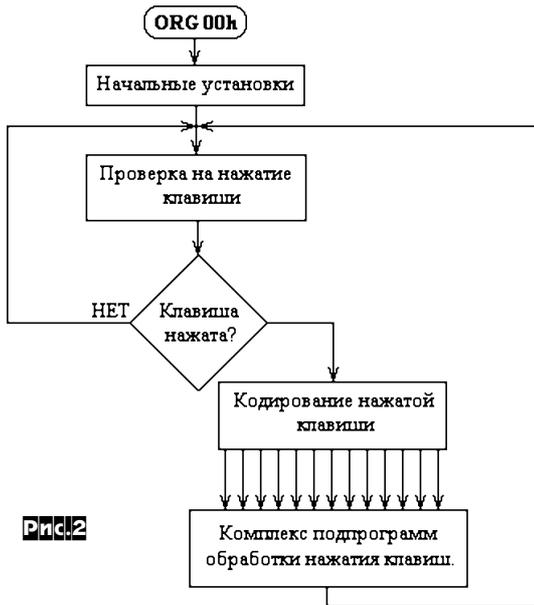

Рис. 2
Чертеж печатной платы приведен на **рис. 2 и 3** (М1:1, вид со стороны установки элементов и с обратной стороны соответственно). Плата (размер 83x93,5 мм) изготовлена из двухстороннего фольгированного стеклотекстолита толщиной 0,8...1,5 мм. Отверстия для крепления платы - Ø3 мм, отверстие в центре платы - Ø10 мм (для шурупа, скрепляющего корпус).
(прошивку ОМЭВМ) можно представить в виде очень сокращенной блок-схемы, изображенной на **рис. 2**. Опрос клавиатуры выполнен в виде подпрограммы, представляющей собой бесконечный цикл. Выход из него осуществляется при условии, что была нажата хотя бы одна клавиша. Такой подход позволил свести к минимуму вероятность считывания случайного значения PORTB процессора, вызванного дребезгом контактов. По выходу из процедуры опроса нажатая клавиша кодируется, в результате чего возвращается специфический для каждой клавиши номер из диапазона от 01h до 0Fh. В зависимости от полученного числа вызывается необходимая процедура, зарезервированная для данной клавиши. Затем программа возвращается в начало и ожидает нажатия следующей клавиши.
**Входная цепь** (C1, R1, R2) размещена на торце деревянной бальевой прищепки (**рис. 2б**), а остальные элементы - на печатной плате 11x30 мм (чтобы она поместилась в батарейный отсек лазерной указки). Работу платы сначала проверьте на двигателе с любым светодиодом, подключив его в соответствующей полярности вместо лазера. Указку можно разобрать двумя способами - выдавливанием со стороны батарейного отсека или вытаскиванием со стороны насадки. Выкручивается собственно насадка и под нее устанавливается подходящее кольцо толщиной 1-2 мм так, чтобы оно упиралось в корпус. Затем вкручивается насадка, постепенно выпрессовывая корпус с лазером. Если надо, операция повторяется с кольцом большей толщины. Можно обойтись без колец, подкладывая под насадку отвертку, но тогда повреждаются края алюминиевого корпуса указки. Вторым способом под крышку батарейного отсека подкладывается гайка М5, М4 или любой другой круглый плотный предмет. Постепенно, закручивая крышку, выдавливаем корпус с лазером. Здесь надо следить за тем, чтобы не повредить кнопку включения лазера. Когда освободится кнопка, ее надо вытащить из корпуса.
Провода питания необходимой длины снабдите зажимами типа «крокодил» с маркировками или разъемом, входящим в разъем штатной переносной лампы-подсветки. Если подключение к разъему лампы-подсветки не однозначно, то в разрыв плюсового провода надо поставить любой диод плюсом к разъему для защиты от переплюсовки. Провод, идущий на зажим к высоковольтному проводу, должен быть экранированным. Для безопасности работы с включенным двигателем, зажим к высоковольтному проводу сделан из деревянной прищепки (**рис. 2**). Из пачки деревянных прищепок не нашлось ни одной с совпадающими отверстиями, поэтому лучше просверлить новое отверстие Ø6 мм ближе к краю губок. Отверстие легко просверлить, если прищепку зажать в тисках. Одна из губок прищепки оборачивается жестью, шириной не более 3 мм или несколькими витками луженого провода. С наружной стороны прищепки концы жести спаиваются вместе. Сюда же припаивается конденсатор C1. Экранированный провод крепится на прищепке медной скобой.
**Метод биений.** Другой прибор - это металлоискатель на биениях (**BFO** - Beat Frequency Oscillation). Принцип его действия основан на биениях частоты эталонного генератора и частоты поискового генератора (**рис. 2**).